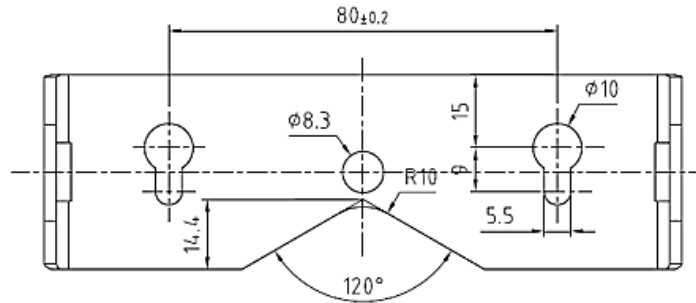

Figura 2-7: Plantilla de disposición de los orificios para los soportes de montaje
3. Marque la posición de los orificios de montaje del soporte en la superficie donde se montará el terminal de acuerdo con las dimensiones mostradas en la Figura 2-7, o sosteniendo el terminal sobre la superficie y marcando a través de los orificios del soporte.